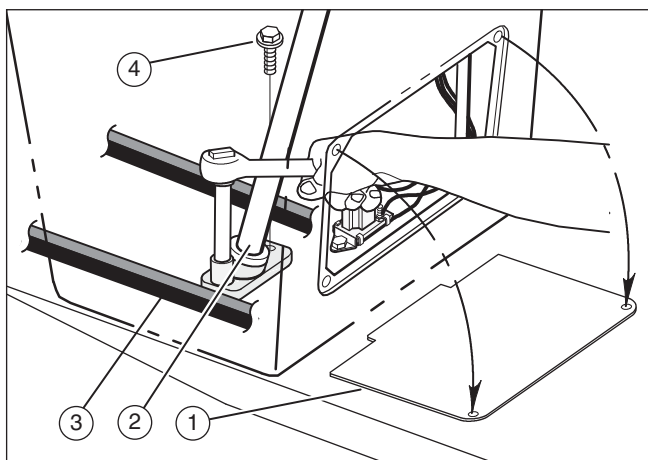

Figure 20
9. Retirer le panneau d'accès (1) (Figure 20).
10. Retirer les deux vis (4) qui maintiennent le manche de direction (2). Relever le volant et son manche de direction. Tirer la courroie motrice (3) et le manche de direction.